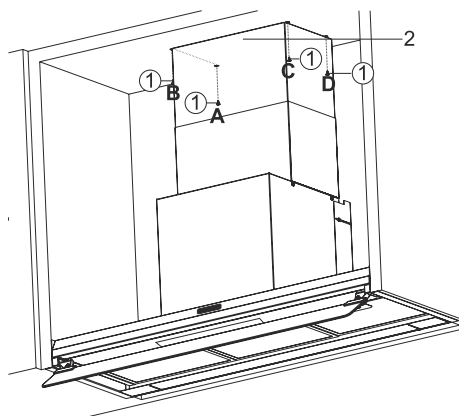

Fig. 16
- 7.** ➔ Tirare la canna fumaria interna fino alla parte superiore dell'armadio (Fig. 16).
Utilizzando le 4 viti di connessione attraverso i punti di A, B, C, D si punta verso l'armadio della cucina (Fig. 16).